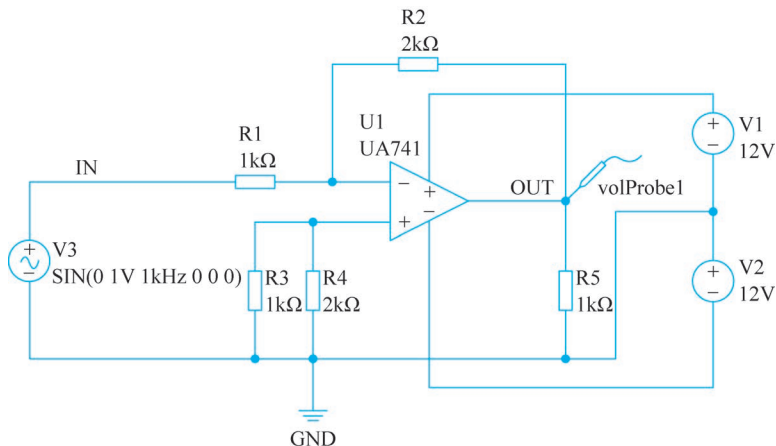

图 3-20 交流小信号分析电路原理图
- (1) 在嘉立创 EDA 主界面主菜单下选择“文件”→“新建”→“工程”选项,设置工程标题为 AC-SIM,单击“保存”按钮生成交流小信号分析工程。
(2) 在原理图中复制 3.3 节瞬态分析的原理图,电路原理图如图 3-20 所示。